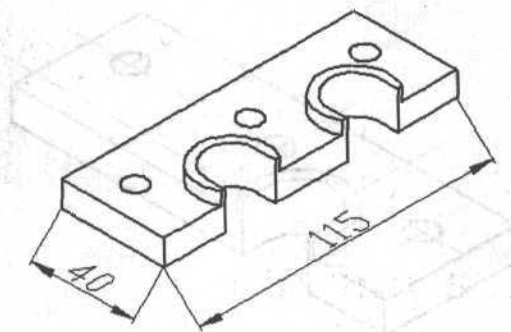

Рис. 16.10. Изометрическое изображение детали после первого этапа простановки размеров
3. Используйте команду **DIMALIGNED** (РЗМПАРАЛ) (см. разд. П. 1.1) для простановки размеров, устанавливая текущим соответствующий размерный стиль (рис. 16.10). Для простановки вертикальных размеров используйте стандартный размерный стиль.